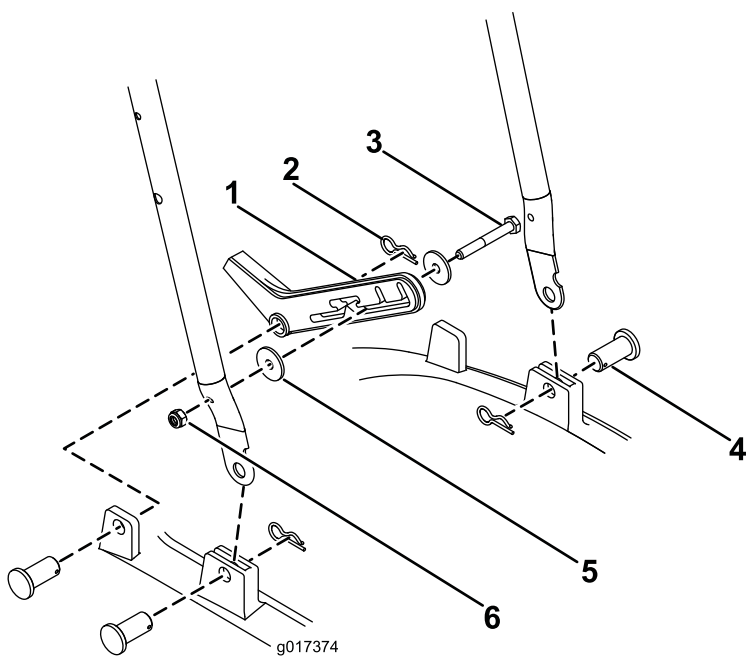

Рисунок 3
1. Вставьте нижнюю рукоятку в раму (Рисунок 3).
2. Закрепите каждую сторону при помощи стопорного штифта и шпильки (Рисунок 3).
3. Закрепите ножной упор с правой стороны нижней рукоятки с помощью гайки М6, болта М6 и двух шайб (Рисунок 3).
4. Присоедините ножной упор к раме с помощью стопорного штифта и шпильки (Рисунок 3).